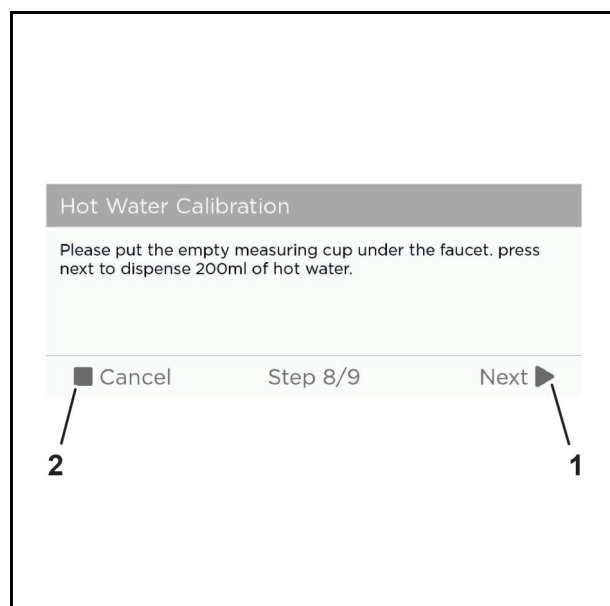

Abb. 71 Beispielgrafik
21. Tippen Sie auf die Schaltfläche "Next" (Abb. 71/1), um mit der Kalibrierung fortzufahren oder "Cancel" (Abb. 71/2), um die Kalibrierung abzubrechen.